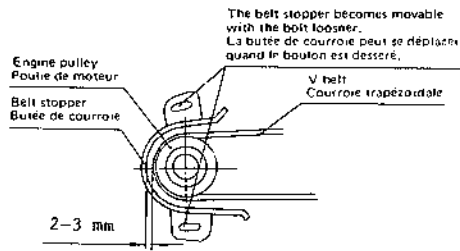

Fig. 5-2
- (3) Lorsque la courroie patine tandis que l'embrayage est libéré, corriger de la façon suivante. Embrayer pour tendre la courroie et régler comme indiqué à la Fig. 5-2.